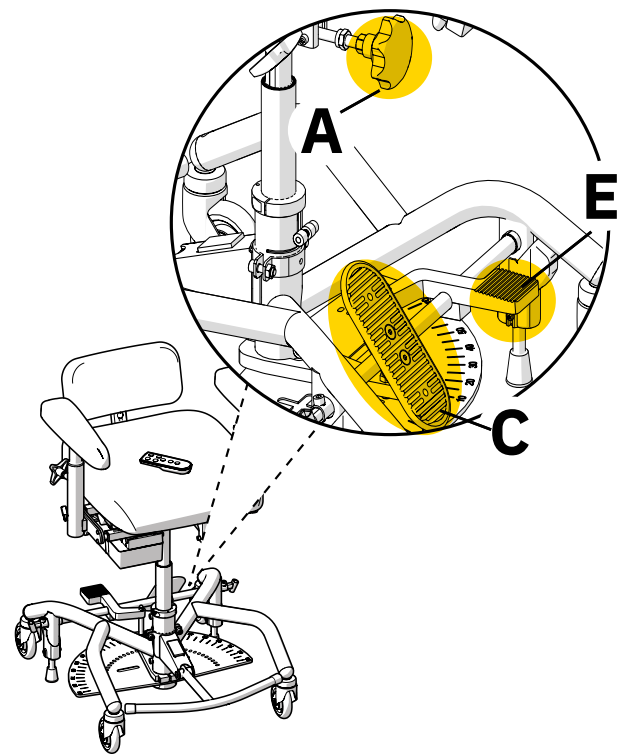
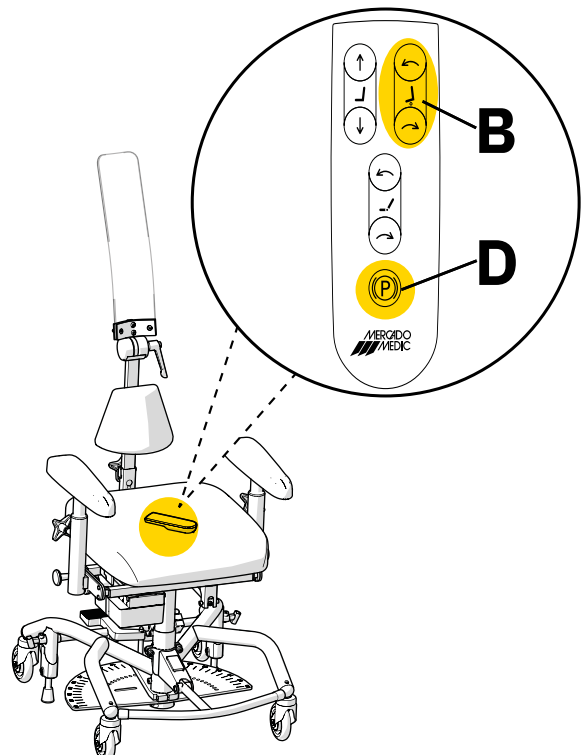

Abb. 2.2. Bedienelemente am Modell REAL 8100 PLUS 24V Standard.
Abb. 2.3. Bedienelemente am Modell REAL 8100 PLUS 24V Advanced.
Das Produkt ist mit einer elektrischen Höhenverstellung ausgestattet, die über eine Funkfernbedienung gesteuert wird. Je nach Modell kann die Neigung der Sitzfläche elektrisch oder manuell eingestellt werden. Die manuelle Einstellung erfolgt mit der Kurbel unter dem Sitz (A), siehe Abbildung 2.2. Die elektrische Sitzwinkelfunktion (B) wird mittels Funkfernbedienung gesteuert, siehe Abbildung 2.3. Je nach Modell ist das Produkt mit einer elektrischen oder manuellen Bremse ausgestattet. Die manuelle Bremse wird mit dem Pedal (C) aktiviert und deaktiviert, siehe Abbildung 2.2. Die elektrische Bremse (D) wird mittels Funkfernbedienung gesteuert, siehe Abbildung 2.3.
Das Produkt ist mit einer arretierbaren Sitzdrehung versehen, die über ein Pedal (E) an der Rückseite des Rahmens bedient wird, siehe Abbildung 2.2. Das Bedienelement zur Entsperrung der Drehung mit dem Fuß nach unten drücken, den Sitz in die gewünschte Stellung bringen und das Bedienelement wieder freigeben, damit der Mechanismus in einer festen Stellung einrastet. Siehe 5. Unter Konfigurationen und Einstellungen finden Sie detaillierte Informationen zu allen Funktionen und Bedienelementen des Produkts.